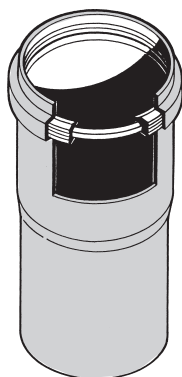

Fig. 1
- 2 Controle que la guarnición de la boquilla esté en perfectas condiciones (Fig. 1);